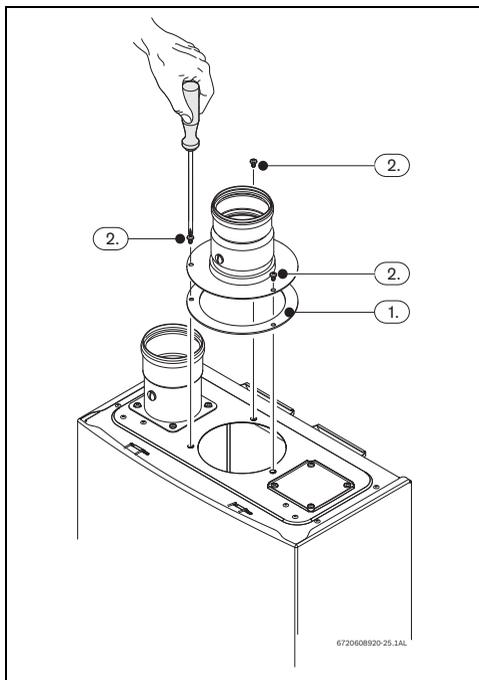

Fig. 30
- ▶ Colocar o vedante entre o aparelho e o acessório, ver Fig. 30, pos. 1.
- ▶ Apertar os 3 parafusos do acessório de exaustão, ver Fig. 30, pos. 2.